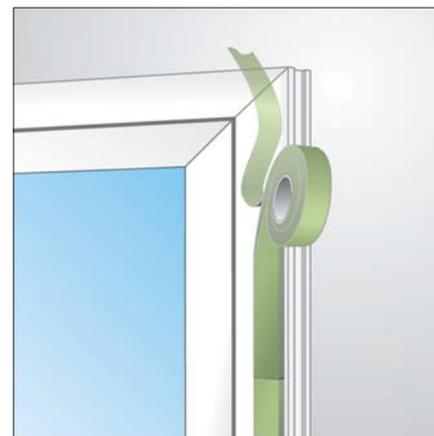

рис.2. Соединение встык
- При необходимости соединить концы ленты встык (Рис.2).